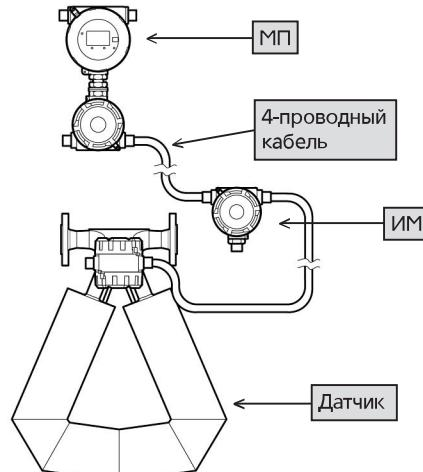

Рис. 7. Раздельно-выносное исполнение
При раздельно-выносном исполнении (PV) все блоки расходомера размещены отдельно друг от друга (рис. 7).